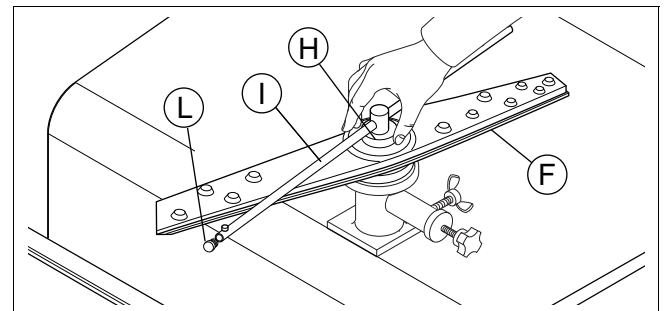

Figure 25 Bras de lavage tournants et bras de rinçage
- Retirer les bras supérieurs et inférieurs de lavage "F" et de rinçage "I", en dévissant la bague "H" (Figure 25).
- Dévisser les bouchons "L" (Figure 25) des jets de rinçage.